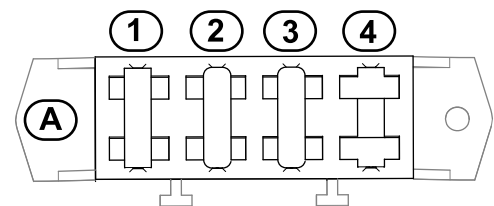

Figure 27
3. Contrôlez les fusibles dans le porte-fusibles (Figure 27).
4. Si l'un des fusibles est défectueux, remplacez-le par un fusible de tension et d'intensité adéquates (Figure 27). Pour connaître les références des fusibles spécifiques, reportez-vous au *Manuel d'entretien* du groupe de déplacement.